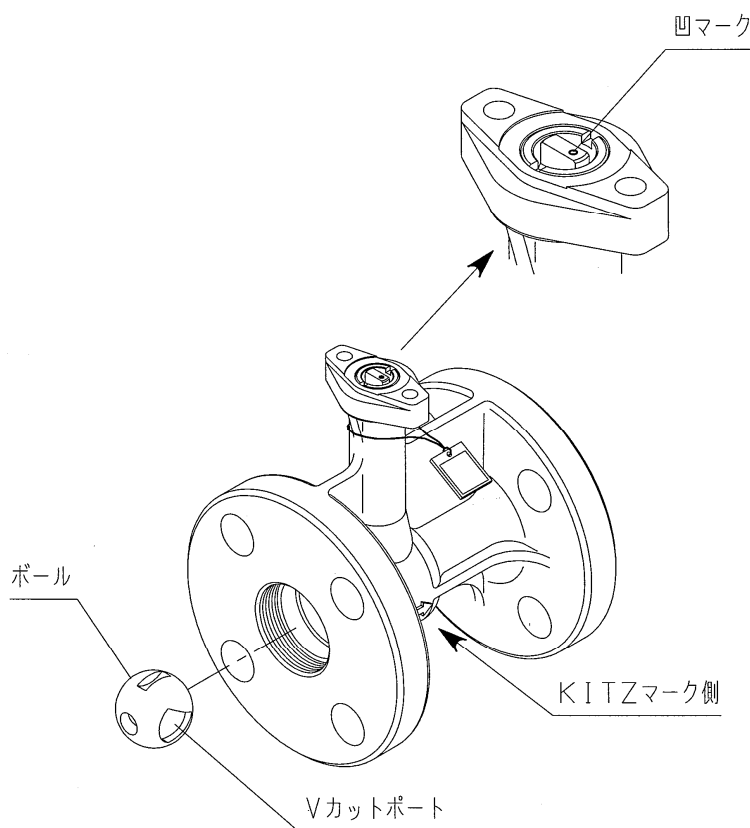

図14
- 2.3.4 ステムを全閉位置にしてください。尚、ステム上部の二面部にある凹マークは、ボデーのKITZマーク側に向けてください。図14